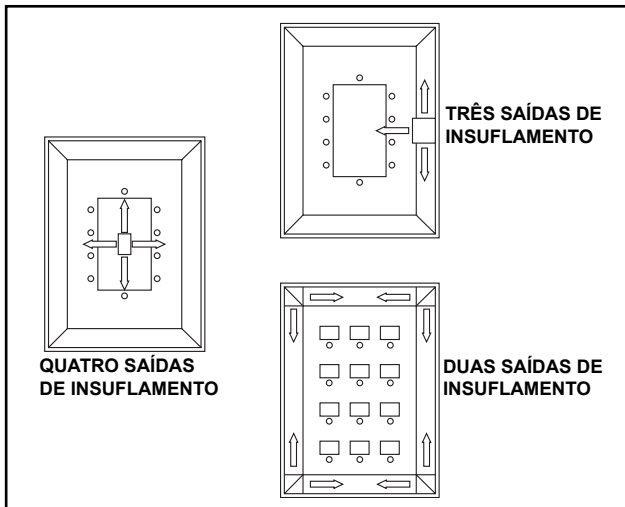

FIGURA 15 - POSIÇÃO DA UNIDADE EVAPORADORA NO AMBIENTE
- Se um ou mais lados do Split Miraggio ficar encostado na parede (ver figura 15 - três e duas saídas de insuflamento);
- Procure instalar a unidade evaporadora no local mais central possível do ambiente para melhor distribuição de ar, porém, caso haja necessidade, a unidade pode ser instalada em um dos cantos ou encostada a uma parede, bastando para isso fechar as saídas que estiverem voltadas para parede, utilizando o kit de fechamento de saída de insuflamento (ver figura 15);